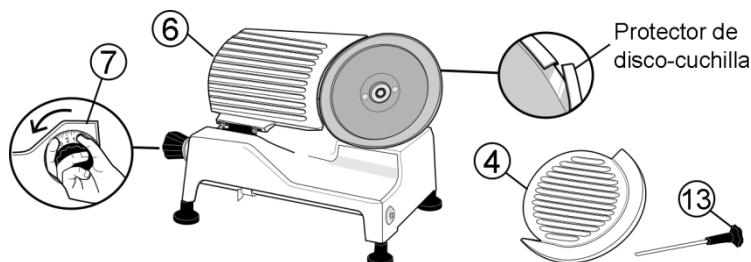

FIG 1. CÓMO QUITAR EL PROTECTOR DEL DISCO-CUCHILLA
- Saque el ensamble de carro. Haga lo mismo con el ensamble de la base (1) levantándolo con la ayuda de otra persona.
- Retire el protector plástico de la orilla de la cuchilla o disco (5) siguiendo las siguientes instrucciones (**Ver Fig. 1**):
- Gire la Perilla reguladora de corte (7) en contra de las manecillas del reloj hasta que se detenga.
- Quite el plato de protección (4) después de desatornillar la perilla del disco (13) ubicada en la parte posterior.
- Una vez que haya retirado el protector de l disco-cuchilla, vuelva a colocar el plato de protección (4) y asegúrelo con la perilla (13). Ajuste la plancha (6) con el regulador de corte (7).